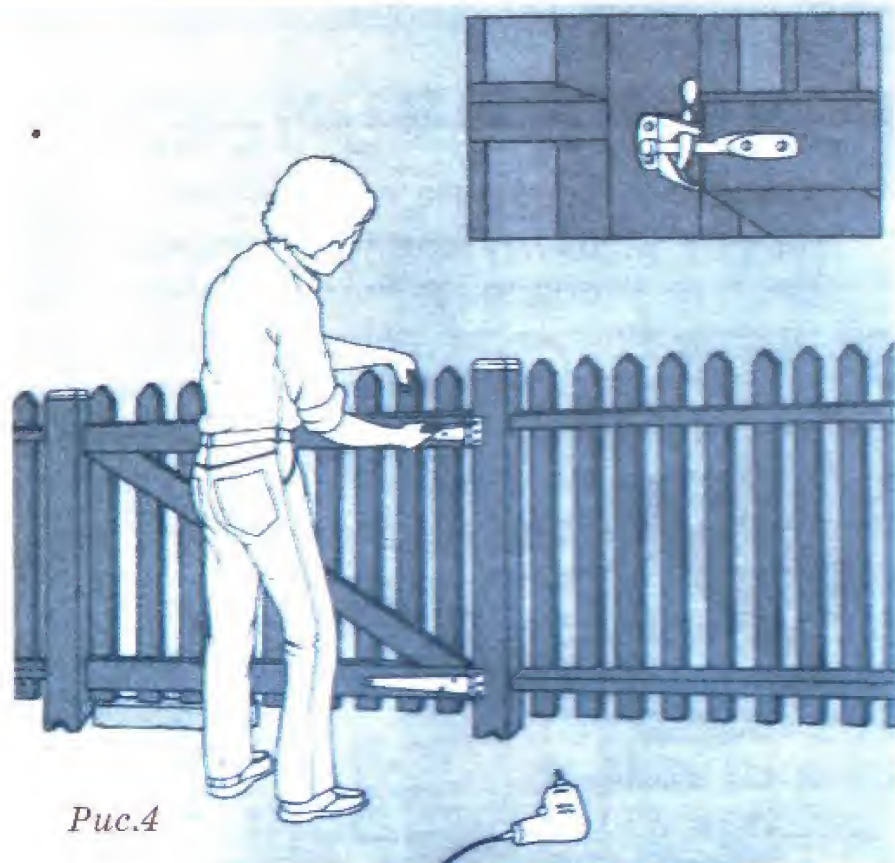

Рис.4
3. Націплювання дверей хвіртки (рис.4). Двері хвіртки встановлюють на дерев'яні бруски, сполучаючи її поперечини з поперечинами огорожі, залишаючи достатній простір між рамою хвіртки і стовпом для розміщення петлі. Для встановлення Т-подібної петлі на стовпі варто розмітити і просвердлити базові отвори під кріпильну скобу (крило), а потім зафіксувати її шурупами з прихованими головками. Для встановлення петлі з накидуванням накладки на вісь вставляють вісь у накладку, потім роблять розмітку і просвердлюють базові отвори і фіксують кріпильну скобу на стовпі. Встановлення слід розпочинати з верхньої петлі.